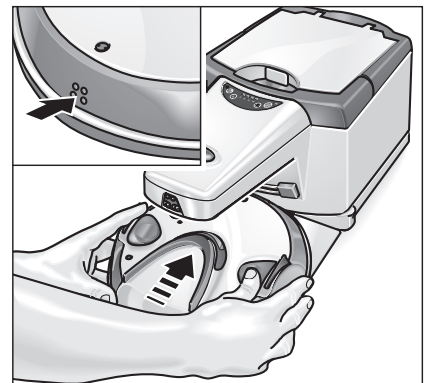

Figure 7
- 将智能机器人放在泊位充电器旁边，将智能机器人的电池接点与泊位充电器的充电接点按在一起大约持续60秒（图7）